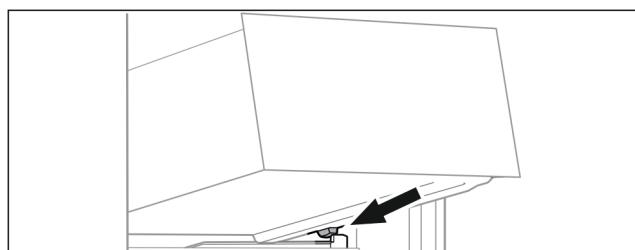

Fig. 76
- Nasadte zásuvku šikmo za zarážky na žebrování na nádoby. (viz Fig. 76)